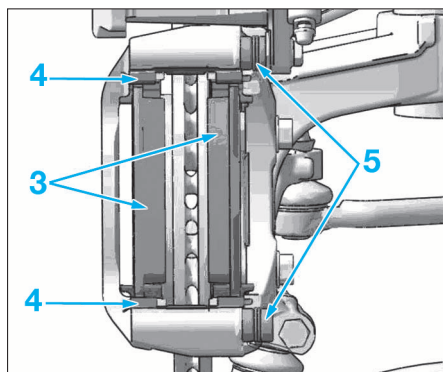

FIG.2
- Déposer la vis (1).
- Faire pivoter l'étrier (2) vers le haut.
- Déposer les plaquettes de frein (3) (Fig.2).